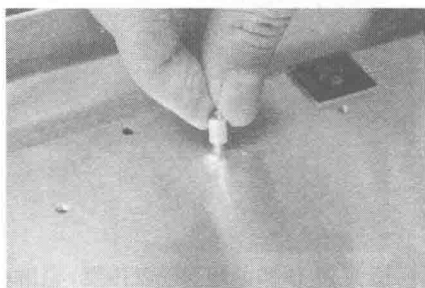

图 1-15 安装主板卡钉底座
(1) 将主板卡钉底座放到机箱主板托架的对应位置,并将其拧紧,如图 1-15 所示。安装前最好比对一下,以免将主板卡钉底座装错位置。